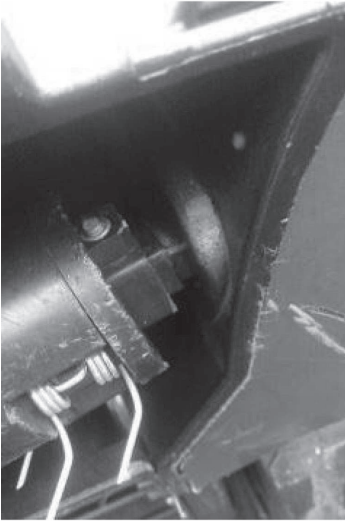

Рис. 22
- Вставьте ролик с квадратным сечением выходного вала в квадратную выемку опоры с правой стороны (рис. 22).